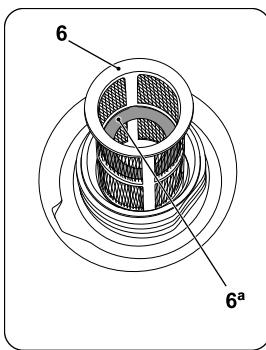

рис. 13
При заправке убедитесь в наличии топливного фильтра (6) (рис. 13) в баке. Не допускайте попадания пыли, грязи, воды и других инородных веществ в топливо.
Не заливайте топливо выше красного кольца (6^a), установленного в топливном фильтре (рис. 13), иначе позже, во время работы, оно может перелиться, когда нагреется и увеличится в объеме. Перед запуском двигателя тщательно вытрите пролитое топливо с корпуса и глушителя генератора.